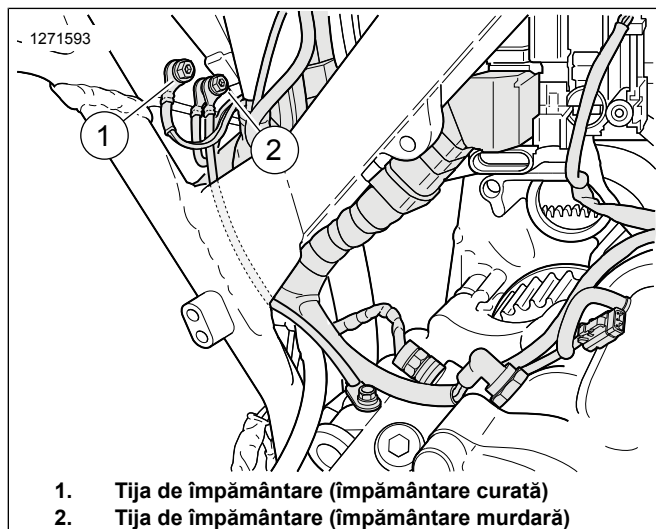

Figura 42. Locațiile tijei de împământare ale cutiei bateriei
Consultați Figura 42 . Direcționați și conectați cablul de împământare ATM la tija **curată** de împământare (1). Strângeți.